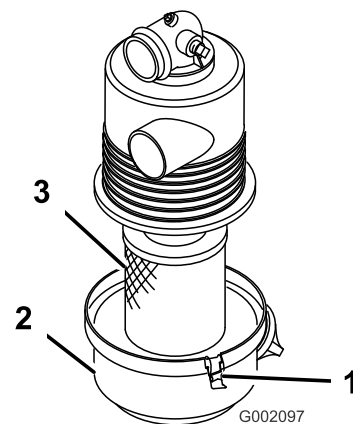

Figura 26
- Instale el elemento del filtro de aire en la carcasa del filtro de aire (Figura 26).
- Alinee la tapa del limpiador de aire con la carcasa del limpiador de aire, y sujete la tapa a la carcasa con los enganches (Figura 26).